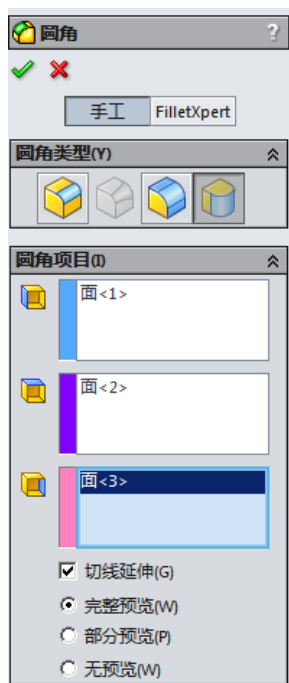

图 5.8.11 “圆角”对话框
Step2. 选择下拉菜单 **插入(I)** → **曲面(S)** → **圆角(U)...** 命令，系统弹出“圆角”对话框（图 5.8.11）。
Step3. 定义圆角类型。在“圆角”对话框的 **圆角类型(Y)** 区域中单击  选项，此时“圆角”对话框如图 5.8.11 所示。